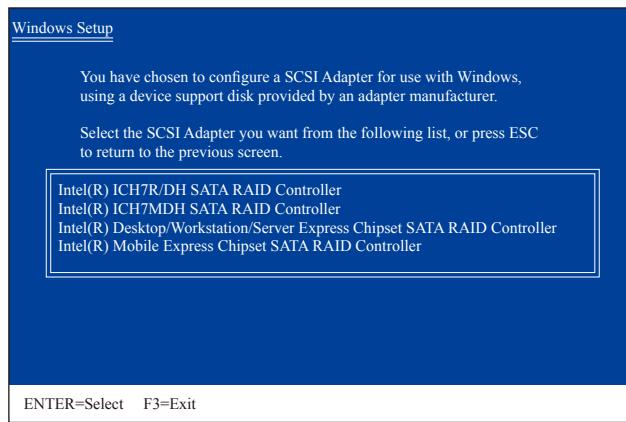

图2
放入存有SATA RAID/AHCI驱动程序的磁片并按下<Enter>键。当如图2的画面出现时，请选择「Intel(R) Desktop/Workstation/Server Express Chipset SATA RAID Controller」再按<Enter>键，系统会从磁片中下载RAID驱动程序。若设为AHCI模式，请使用键盘的上键移到「Intel(R) Desktop/Workstation/Server Express Chipset SATA AHCI Controller」项目再按<Enter>。